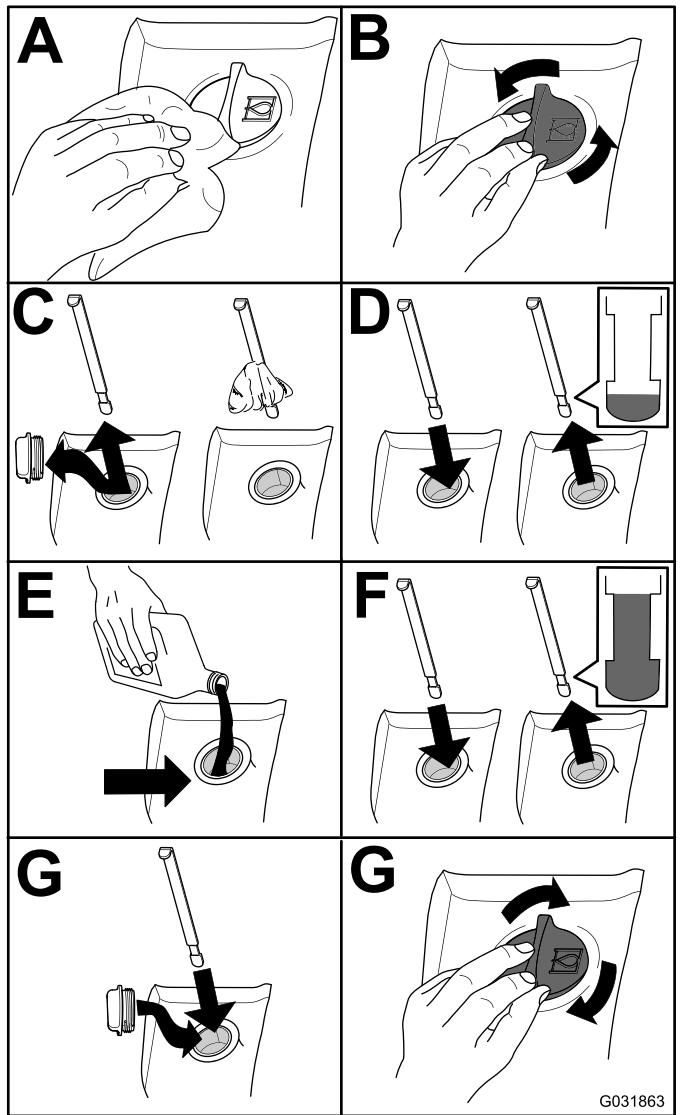

Figura 115
- Controllare il livello del fluido idraulico (Figura 115).